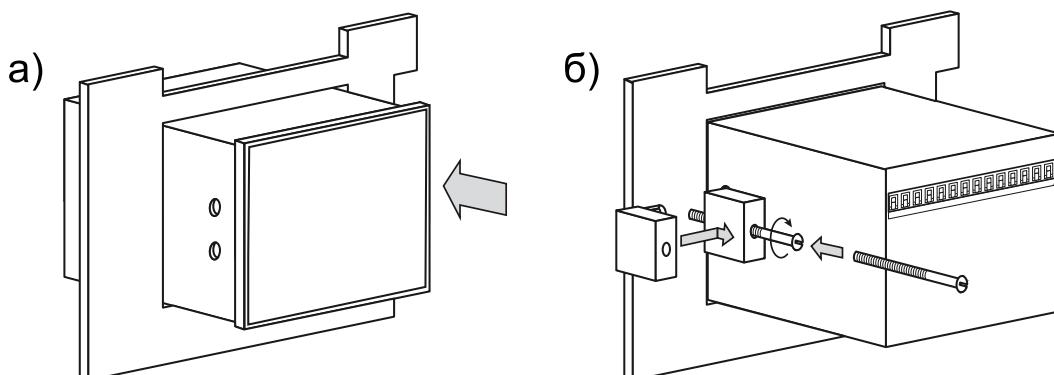

Рисунок 4.4 – Монтаж преобразователя щитового крепления
- Вставить фиксаторы из комплекта поставки в отверстия на боковых стенках преобразователя ( рисунок 4.4, б.).